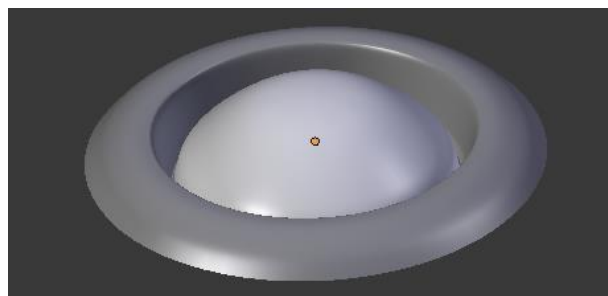

Figura 5.157
**15.** Comece por dar a forma base à ocular procedendo a um conjunto de extrusões e escalamentos a partir de uma malha Circle com 16 vértices, figura 5.157.